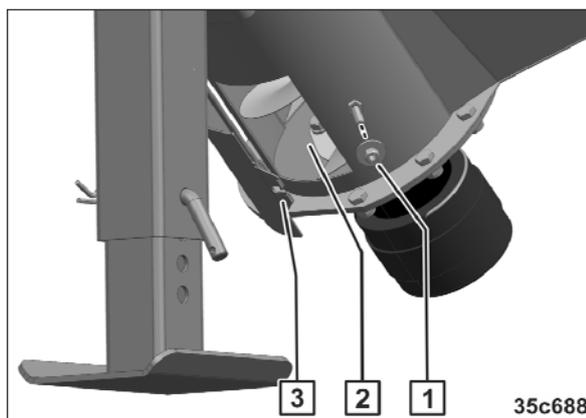

Fig. 249
2. Mutter und Scheibe (Fig. 249/1) demontieren.
3. Klappe öffnen (Fig. 249/3).